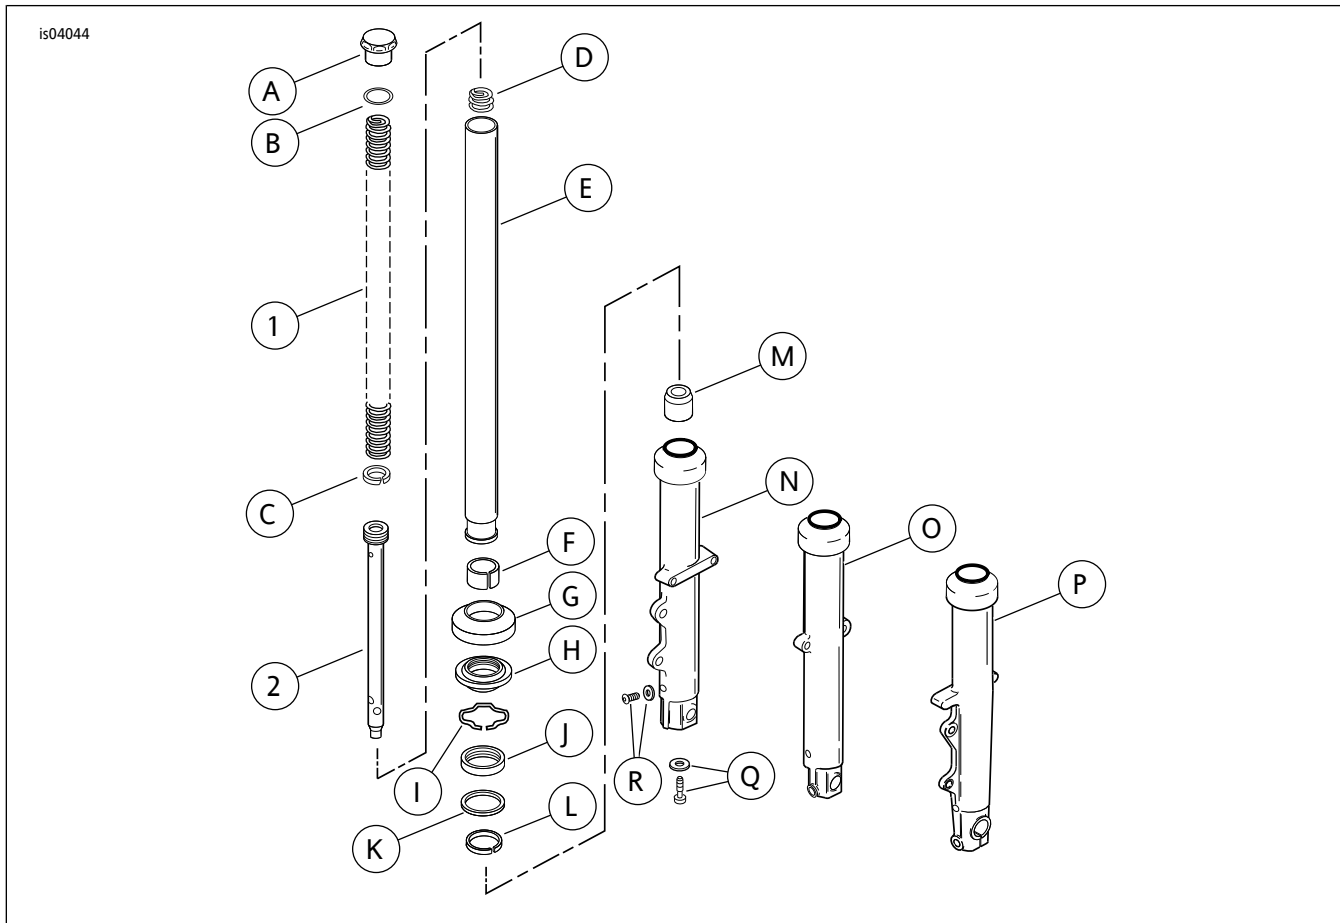

图8。XL前端下移套件(45500-09)维修零件
参见图8和表1。
2. 参见图8。将排放盘置于前叉下方并拆下排放螺丝(R)。
4. 参见图8。从叉管上拆下前叉弹簧(1)。
1. 参见图8。将新下部衬套(F)安装至滑管(E)的槽中。扩张衬套，宽度足够安装至管上即可。
8. 参见图8。将内部簧环(I)安装至滑管孔顶部的槽中。